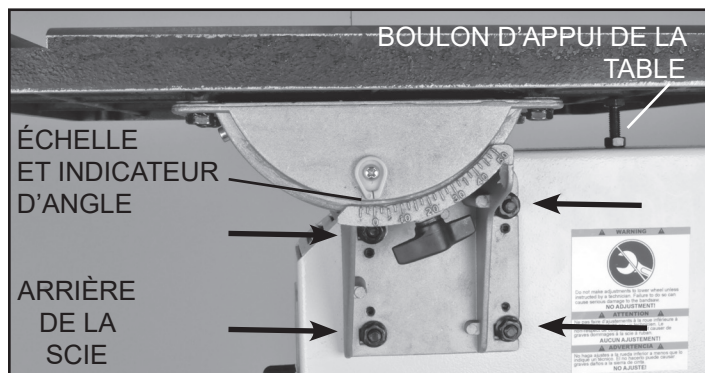

FIGURE 11
1. Dévisser les quatre écrous à bride à tête hexagonale (#116) qui retiennent le tourillon inférieur et la table au châssis de la scie à ruban. FIG. 11.
4. Avec la table bien attachée en position, vérifiez si l'indicateur d'angle (#120) de la table donne une lecture de zéro degré sur l'échelle située sur le tourillon inférieur. Desserrez la vis de fixation de l'indicateur et remplacez au besoin à une lecture de zéro degré. FIG. 11.